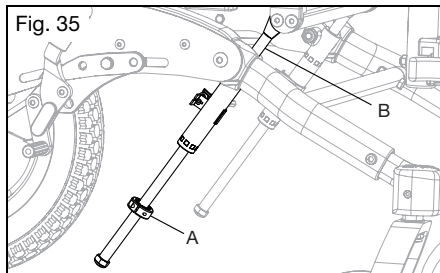

Fig. 35
1. Quite los tornillos de los topes de inclinación e instale en el eje del bloqueo mecánico. Vuelva a instalar los tornillos, pero no los apriete (Fig. 35:A). Repita para el bloqueo mecánico opuesto.
3. Para limitar la inclinación hacia atrás, deslice el tope de inclinación hacia la parte inferior del cuerpo del bloqueo mecánico y apriete en el lugar. Para limitar la inclinación hacia adelante, los topes de inclinación pueden colocarse sobre el cuerpo del bloqueo mecánico (Fig. 35:B). Cuando logre el ángulo deseado, deslice el tope de inclinación contra la parte superior del cuerpo del bloqueo mecánico y apriete.